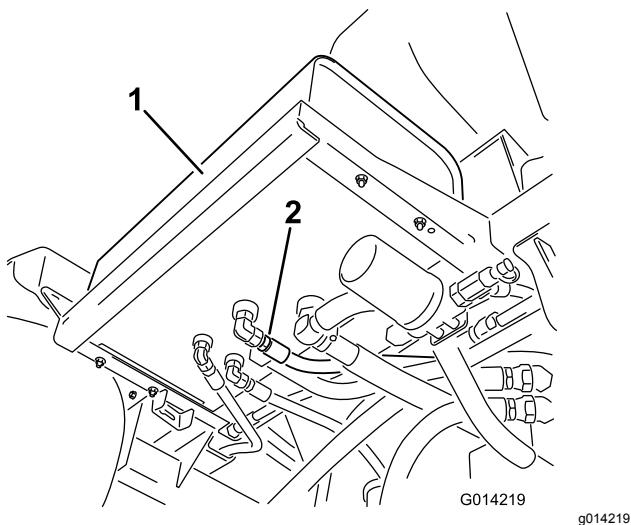

Рисунок 98
- Очистите зону вокруг штуцера гидравлического шланга в нижней части гидравлического бака (Рисунок 98).
4. Снимите шланговый штуцер с бака и дайте рабочей жидкости стечь в поддон (Рисунок 98).